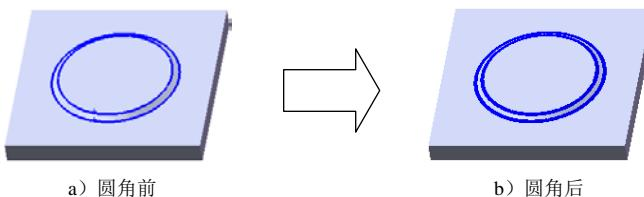

图 17.7.46 创建圆角 1
Step4. 创建圆角 1。选择下拉菜单 **插入(I)** → **特征(E)** → **圆角(U)...** 命令；选取图 17.7.46 所示的圆角，圆角半径值为 3.0。